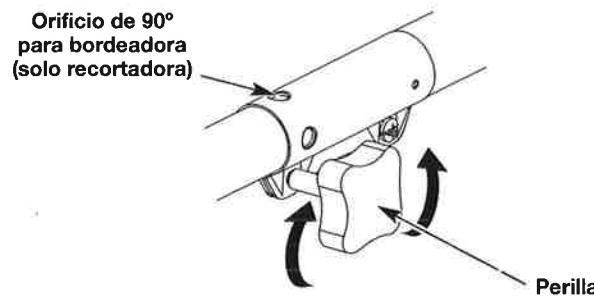
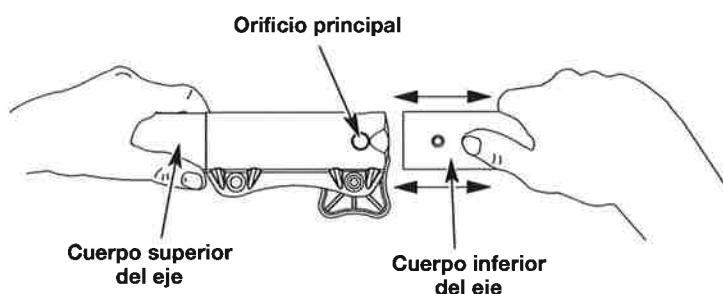

Fig. 2
Fig. 4
1. Para aflojar, gire la perilla en sentido contrario a las agujas del reloj (Fig. 2).
2. Mientras sostiene el accesorio con firmeza, empuje en línea recta hacia dentro del acoplador Convertible™ hasta que el botón de desconexión encaje firmemente en el agujero principal (Fig. 4).
3. Para apretar, gire la perilla en el sentido de las agujas del reloj (Fig. 2).
PRECAUCIÓN: Antes de operar esta unidad, cerciórese de que el botón de liberación esté completamente encajado en el orificio principal (Fig. 4) y de que la perilla (Fig. 2) esté bien apretada.
Para hacer cortes (orillados) decorativos con el accesorio de corte del cabezal de línea, trabe el botón de desconexión del accesorio en el interior del orificio de 90° (Fig. 2).
3. A la vez que sujetá firmemente la caja del eje superior, saque el accesorio del acoplador Convertible™ (Fig. 4).